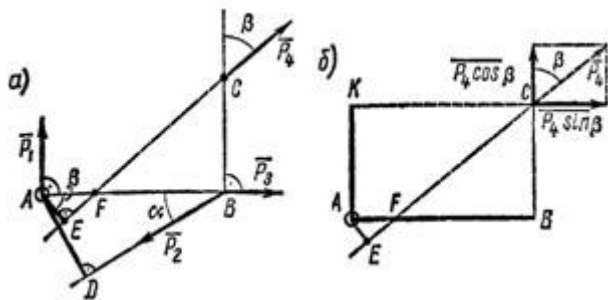

Рисунок 8
3. Определить моменты относительно точки А сил  $P_1 = 40 \text{ Н}$ ;  $P_2 = 60 \text{ Н}$ ;  $P_3 = 30 \text{ Н}$  и  $P_4 = 50 \text{ Н}$ , приложенных в точках А, В и С, как показано на рис. 8, а. Углы  $a = 30^\circ$ ,  $b = 50^\circ$ ,  $AB = 2,5 \text{ м}$ ;  $BC = 1,5 \text{ м}$ .